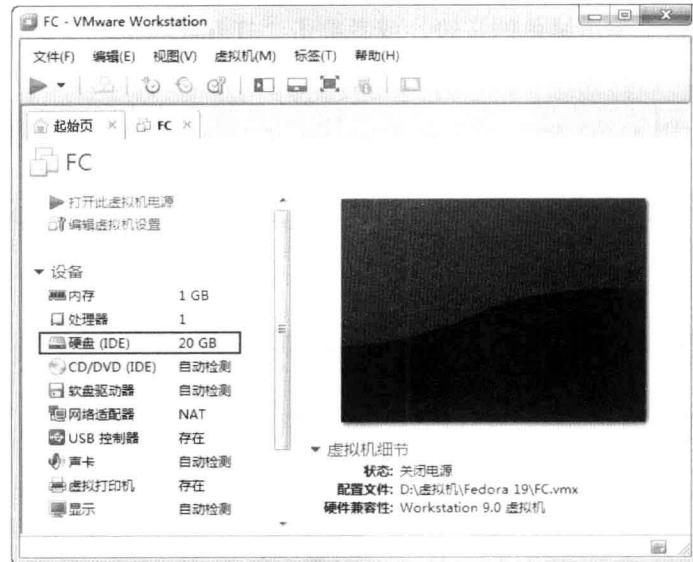

图 2.7 创建虚拟机
(15) 指定磁盘文件对话框按默认名字和路径进行安装，单击“下一步”按钮，确认虚拟机设置。然后单击“完成”按钮，创建虚拟磁盘。结果如图 2.7 所示。